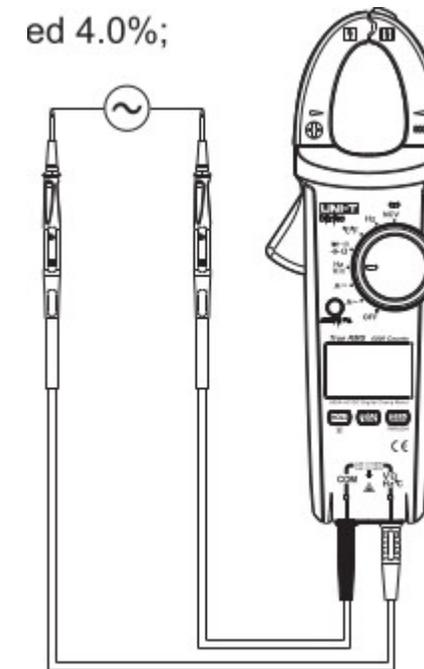

Figura 6
3. Tensión Alterna (Ver figura 6)